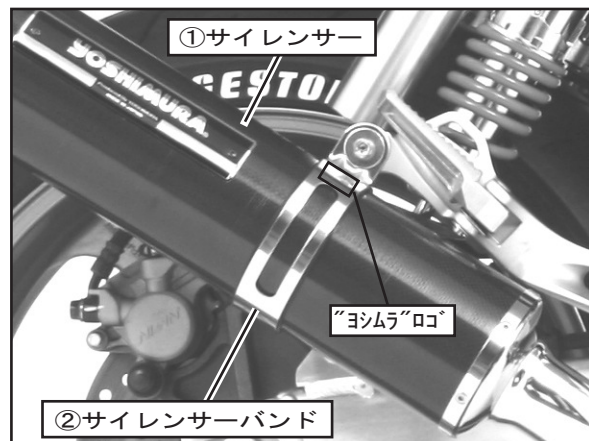

FIG. 3
4. ①サイレンサーに②サイレンサーバンドと③サイレンサーバンド用スペーサーラバーを通し、④キャップボルトM8×45、⑤平ワッシャM8-26、⑥フランジナットM8を使用して取り付け、仮締めして下さい。(FIG. 3. 4参照)